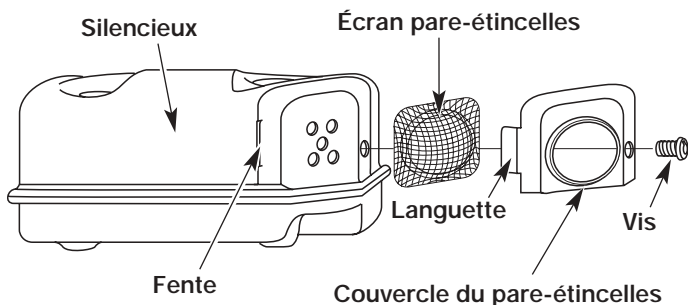

Fig. 69
2. Retirez la vis retenant le couvercle du pare-étincelles au silencieux à l'aide d'un tournevis à lame plate ou à mèche no. T-20 Torx (Fig. 69).